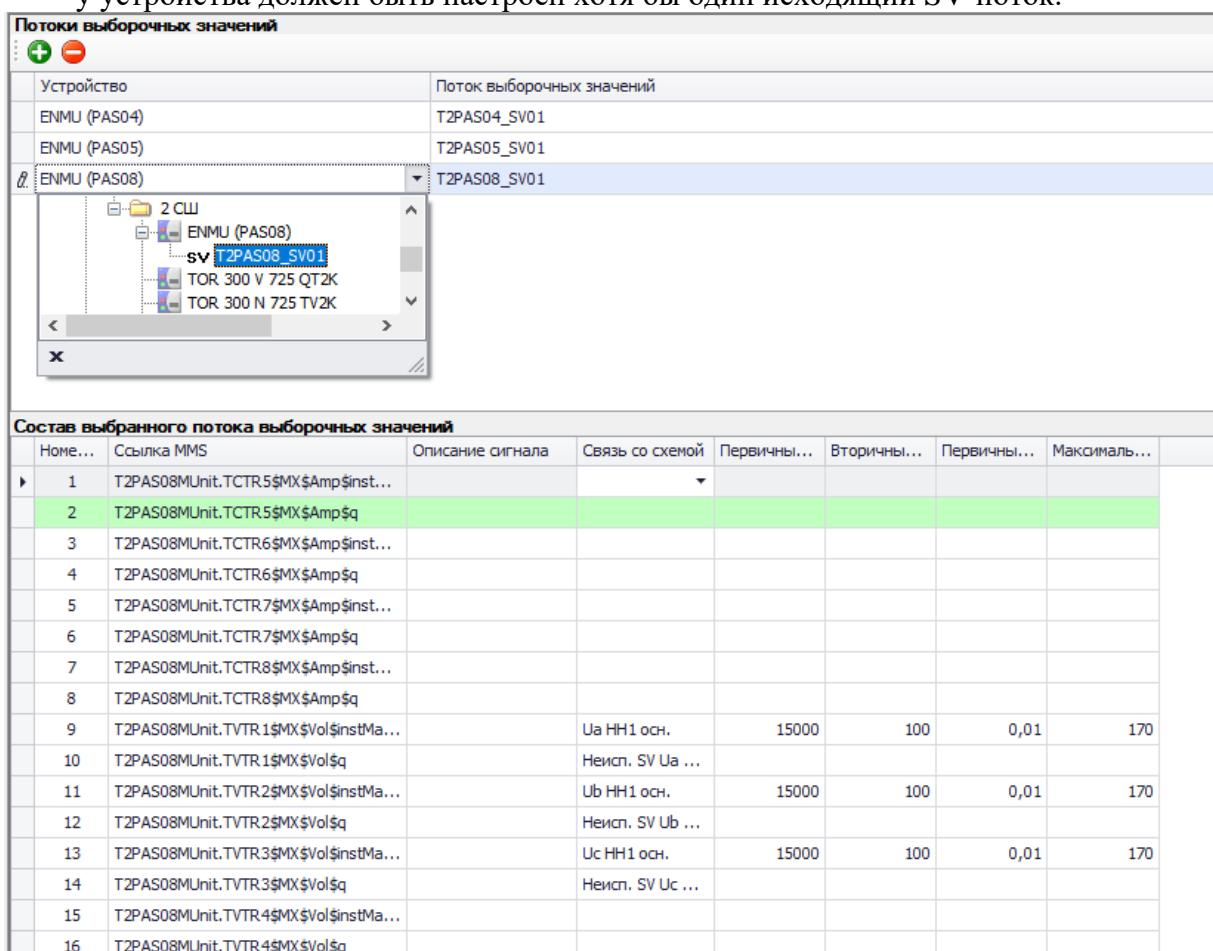

Рисунок 5.88 – Область «Выборочные значения (SV)»
Узел «Выборочные значения (SV)» (рисунок 5.88) предназначен для настройки приёма SV-потоков. Узел «Выборочные значения (SV)» отображается только для шаблона устройства «TOP 300 сшиной» (п.5.12.1).